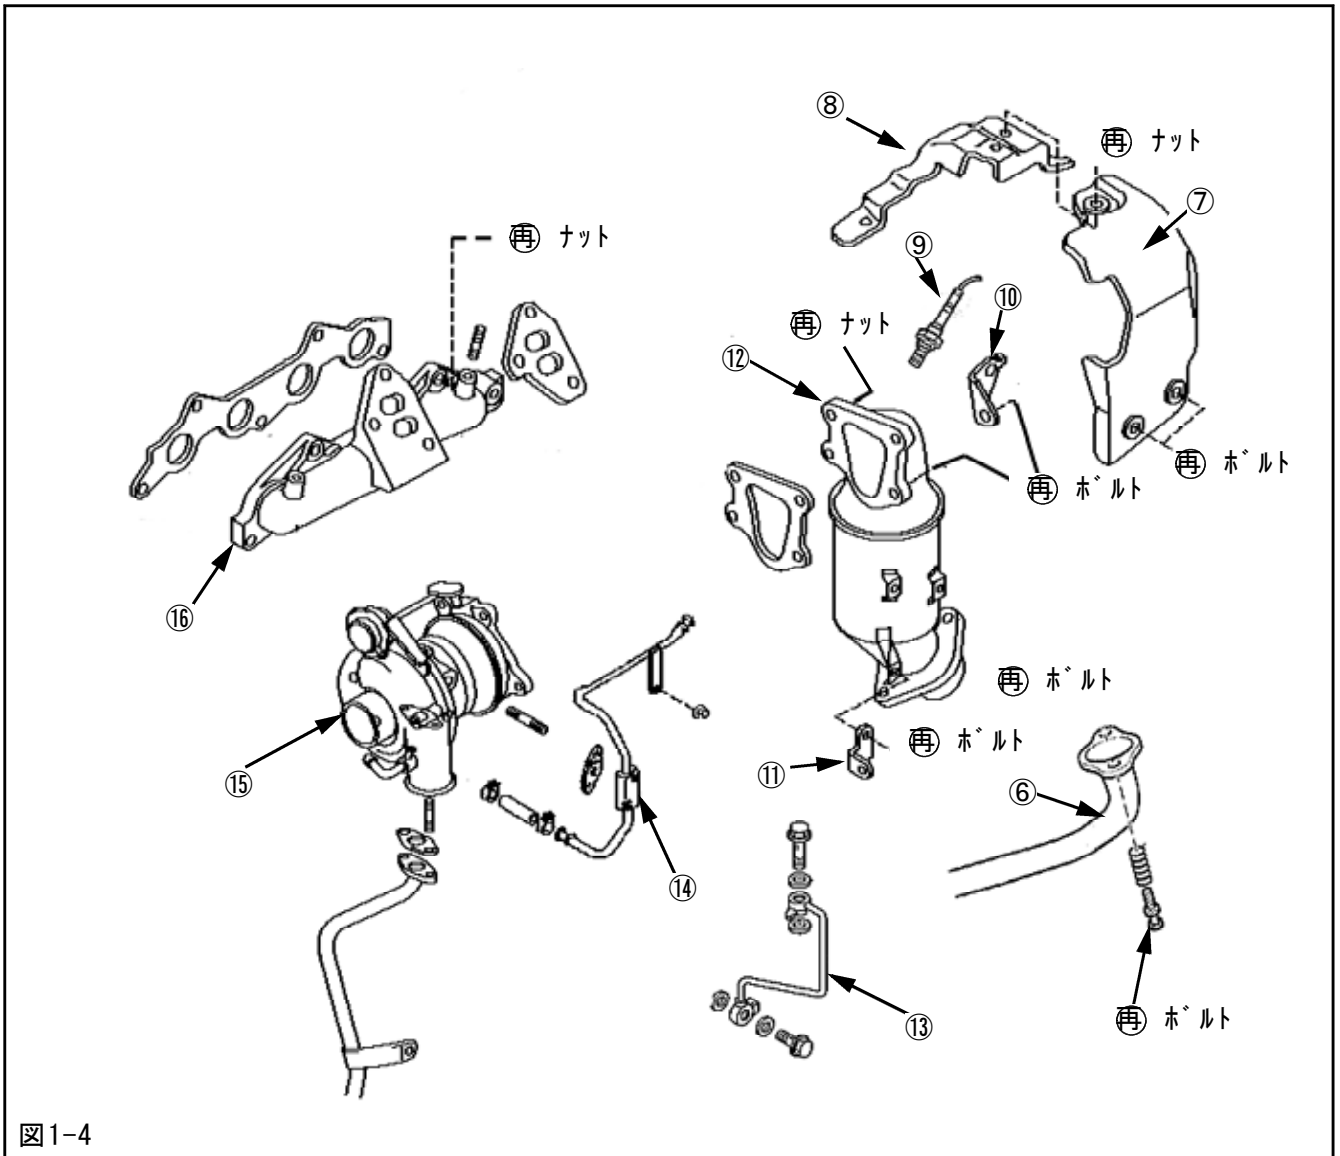

図1-4
(6) ⑥～⑬を取外してください。(図1-4)
- (1) 1. (6) で取外した⑩, ⑪, ⑫を取付けてください。(図1-4, 図2-1)
- (2) 1. (6) で取外した⑦, ⑧を取付けてください。(図1-4)
- (3) 1. (6) で取外した⑥を取付けてください。
- (4) 1. (5) で取外した④, ⑤を取付けてください。